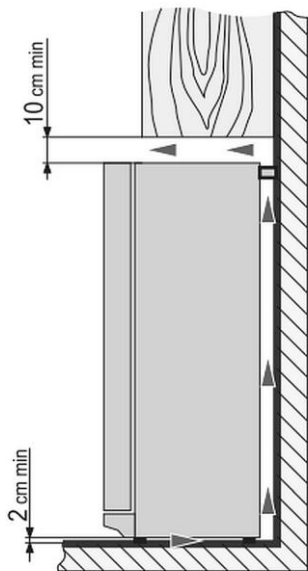

Рис. 6
- Дотримуватись відстані не менше 10 см між верхньою стороною пристрою і предметами, що знаходяться над ним (наприклад, шафою) (рис. 6).